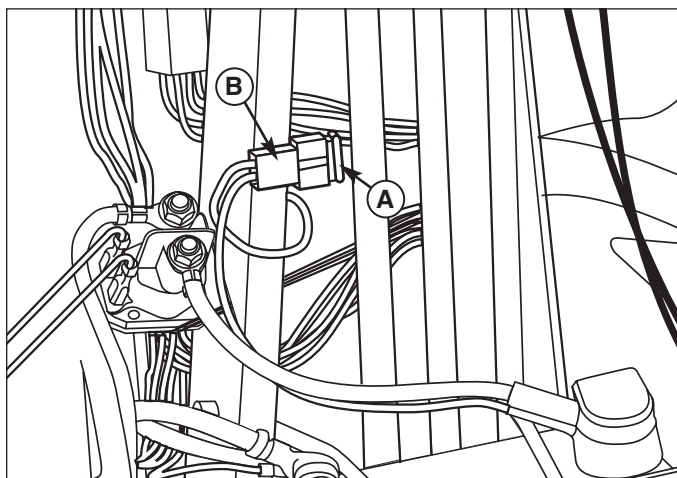
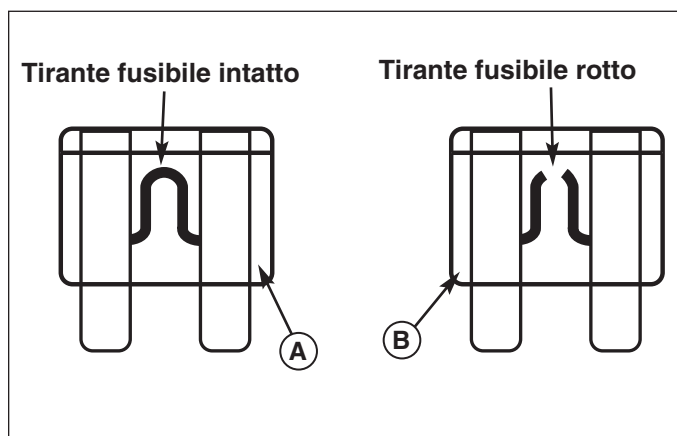

Figura 38. Fusibile
Figura 39. Fusibile di tipo a lama
1. Aprire il cofano ed individuare il portafusibile (B, Figura 38) ed il fusibile (A) attaccato alla torretta dello sterzo.
2. Tenere fermo il portafusibile (B) ed estrarre il fusibile (A).
3. Ispezionare il fusibile per individuare eventuali rotture. Vedere la Figura 39. Qualora vi siano delle connessioni rotte, sostituire il fusibile. In caso di dubbi su tiranti rotti, sostituire il fusibile.
4. Tenere fermo il portafusibile (B, Figura 38) ed inserire il nuovo fusibile (A) fin quando non risulta ben assestato.